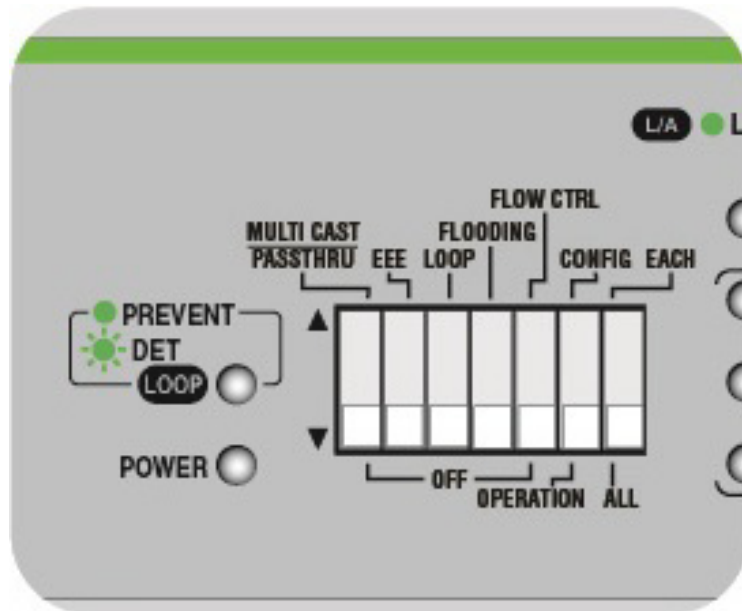

Рисунок 35. Положение DIP-переключателя для отключения защиты от образования петель
- Установите DIP-переключатель 3 в нижнее положение. См. рис. 35.